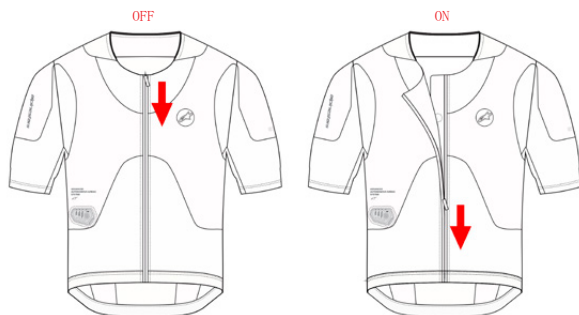

図11：起動ジップ（2）が開くとシステムがオフになります
起動ジップ (2) を開くことで、簡単にシステムをオフにすることができます。システムは起動ジップ (2) を開いてから約1秒後に自動的にシャットダウンします (図 11)。
システムをオフのままでは、図11に示すように起動ジップ (2) が開いたままでジッパーが開いていないことを確認します。